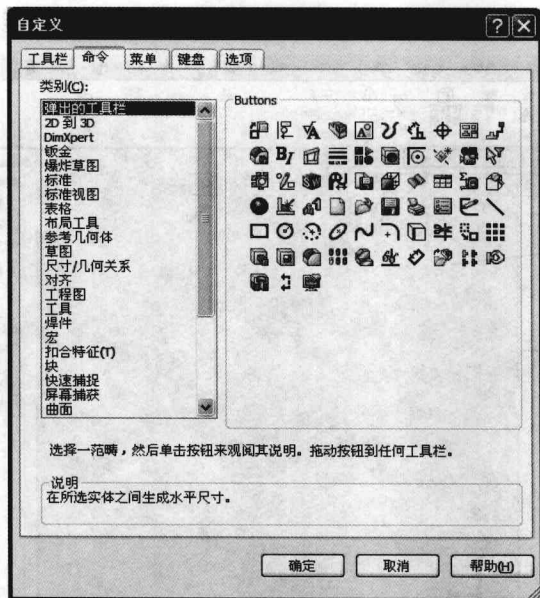

图 1-7 “自定义”对话框
(1) 单击【工具】→【自定义】菜单命令, 这里弹出“自定义”对话框, 切换到“命令”标签, 如图 1-7 所示。